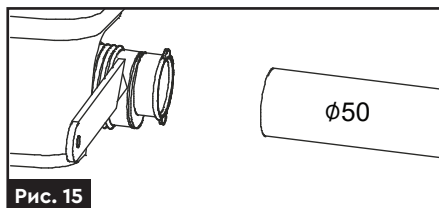

Рис. 15
- Для під'єднання труби діаметром **50 мм** відріжте частину гнучкого перехідника (**рис. 15**).